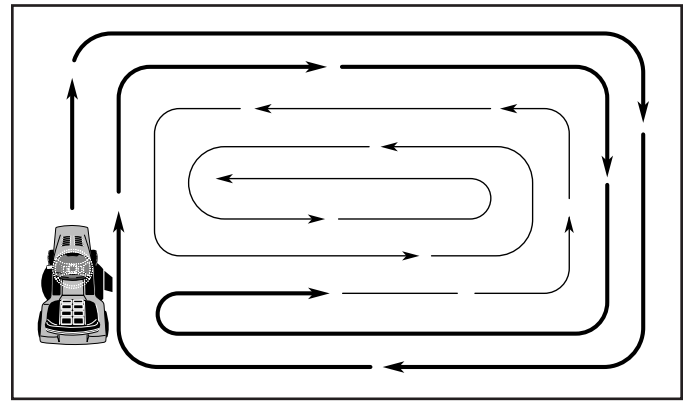

Fig. 14
- Pour tondre une grande surface, on vous conseille de commencer par tourner à droite, de façon à ce que l'herbe ne soit pas déversée sur les arbustes, les clôtures, les allées, etc. Après un ou deux tours, tondez en sens inverse en tournant à gauche jusqu'à ce que le travail soit achevé (Voir la Fig. 14).